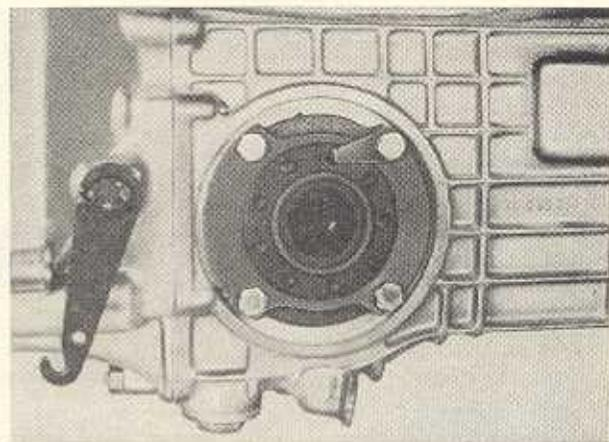

Bild G 77. Sichern der Einstellmutter
5. In die Löcher der Einstellmutter rechts und links Sicherungsbleche einsetzen und am Flanschlager mit je einer Sechskantschraube unter Beilegen einer Federscheibe festziehen (Bild G 77).